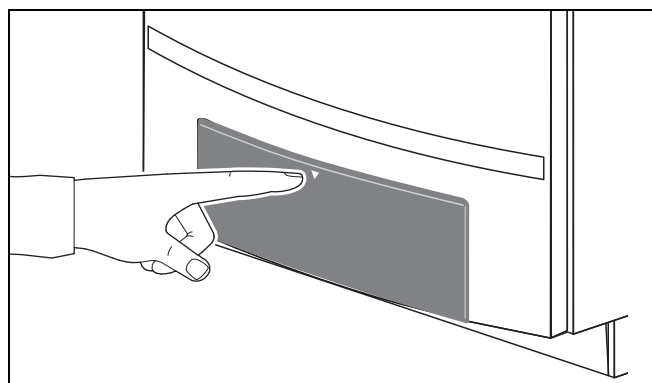

Fig. 53 Deschideți tabloul de comandă
- Deschideți tabloul de comandă prin apăsare (fig. 53).